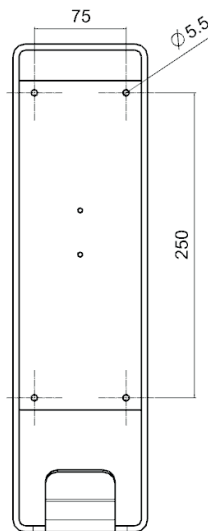

Bild 12: STECKERHALTERRAHMEN
- Sobald die Installation abgeschlossen ist, kann der Metallrahmen wieder auf den Schaltschrank gesetzt werden. Das „Scame“-Logo muss rechts oben, wie im Bild 12 zu sehen, sein.